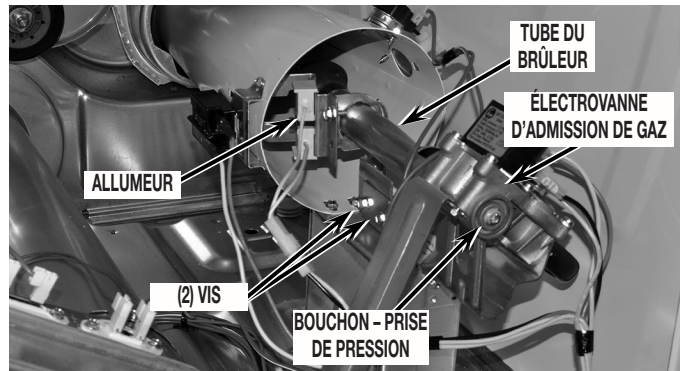

FIGURE 1A
- Ôter les deux (2) vis de fixation du tube du brûleur sur la base du brûleur. Voir les Figures 1A et 1B.
- Faire glisser le tube du brûleur pour le remettre en place; utiliser les vis ôtées à la section 3, à l'étape 8 pour assujettir le tube du brûleur dans le brûleur. Bien serrer les deux (2) vis de montage. Voir Figure 1A ou 1B.